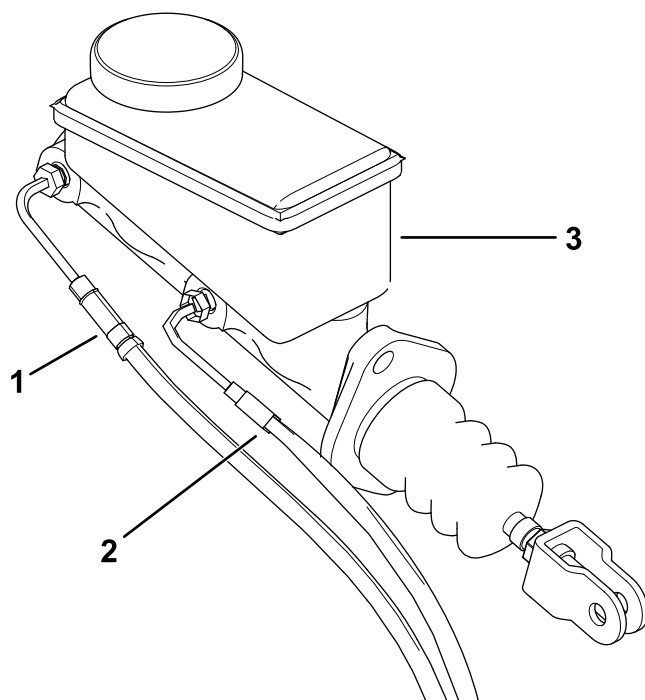

**Figura 4**
4. Retire los pernos con arandela prensada (3/8" x 1") que sujetan el conjunto de pinza de freno al pivote de dirección (parte delantera de la máquina) y al eje (parte trasera de la máquina) y retire el conjunto de pinza de freno (Figura 4).